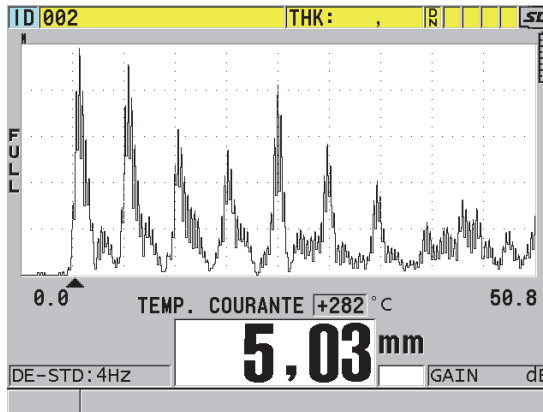

Figure 10-19 Affichage de données liées à la compensation de la température
4. Appuyez sur la touche [MEAS] pour retourner à l'écran de mesure avec la fonction de compensation de température activée (Figure 10-19 à la page 187). L'épaisseur mesurée est compensée pour la température en fonction des valeurs entrées aux paramètres **TEMP. DÉTALONNAGE**, **TEMP. COURANTE** et **COEFFICIENT DE TEMP.**